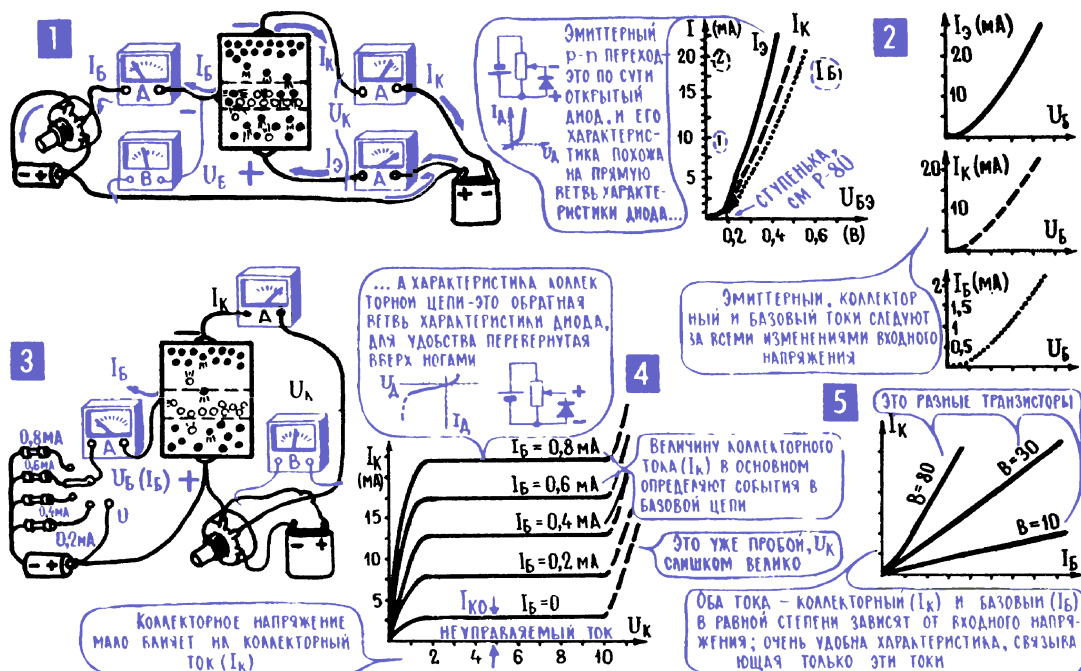
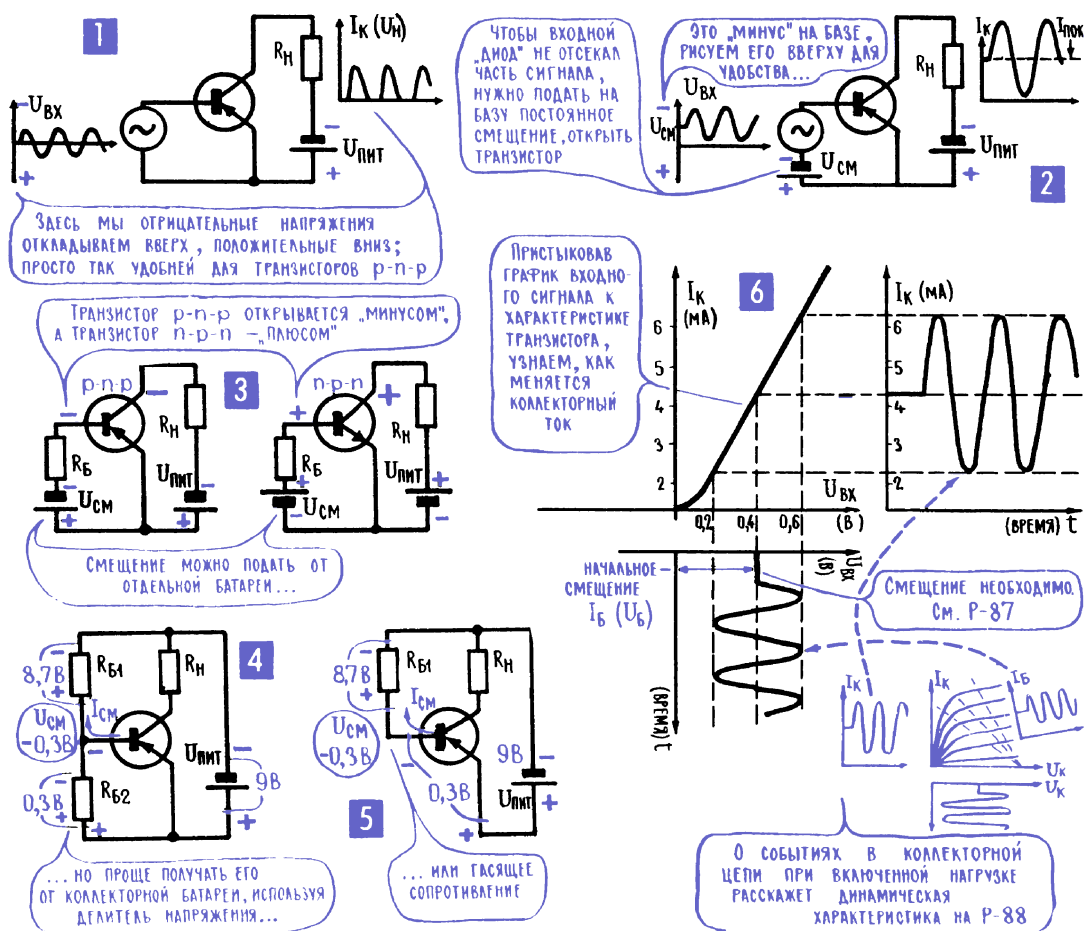
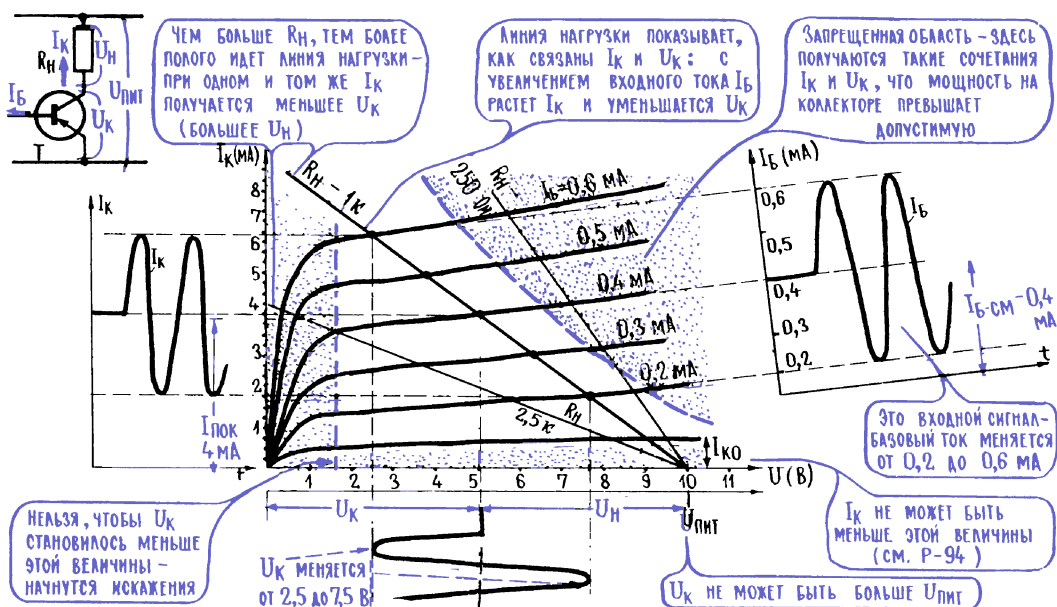
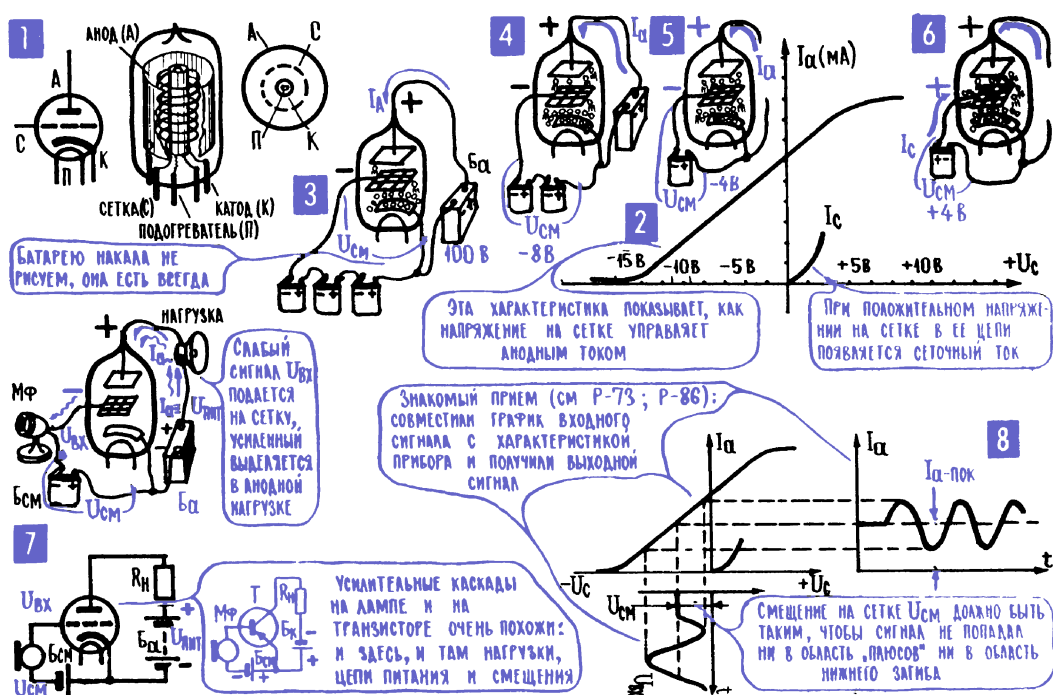

Рис. 10.2. Усилительные функции транзистора
Рис. 10.3. Смещение рабочей точки транзистора
Рис. 10.5. Выходные характеристики транзистора
Рис. 10.7. Электровакуумный триод
Введем несколько обозначений. Все заряды, которые вышли из эмиттера, создают эмиттерный ток I_E (рис. 10.2; 1), те, что попали в коллекторный переход, создают коллекторный ток I_K , а те, что сумела захватить база, воспользовавшись своими законными правами, своим «минусом», замыкают по входной цепи и создают базовый ток I_B .
4. О взаимосвязи токов и напряжений в транзисторном усилителе рассказывают его вольт-амперные характеристики. Зависимость общего тока I_{Σ} в эмиттерном p - n -переходе от приложенного к нему напряжения U_{ϵ} , а вместе с ней зависимость базового тока I_{ϵ} и коллекторного I_k от этого напряжения (рис. 10.2; 2) в точности повторяют уже знакомую нам вольт-амперную характеристику диода (рис. 9.5). Строго говоря, только ток I_{Σ} можно считать истинным током через диод, а токи I_{ϵ} и I_k – это лишь его ответвления, его части. Но части, которые в точности следуют за всеми изменениями целого. Поэтому вольт-амперные характеристики для токов I_{ϵ} и I_k почти в точности повторяют вольт-амперную характеристику для тока I_{Σ} , и если их построить в определенных масштабах (одинаковым
отрезкам на вертикальной оси соответствуют разные значения токов), то все три характеристики будут почти неотличимы (рис. 10.2; 2).
На основе последних двух характеристик можно построить еще одну – она покажет, как зависит коллекторный ток от базового (рис. 10.2; 5), то есть ток I_k , в котором отражен выходной сигнал, от тока I_b , в котором отражен входной сигнал. Эта характеристика пойдет тем круче, чем больше коэффициент усиления по току β – одному и тому же изменению базового (входного) тока при разных β будут соответствовать разные изменения коллекторного (выходного) тока.
Нетрудно построить вольт-амперную характеристику и для коллекторного p - n -перехода. Нужно только помнить, что на коллектор подается «минус» (в p - n -транзисторе), что коллекторный переход работает в режиме диода, включенного в обратном направлении, запертого. Вольт-амперная характеристика коллекторной цепи (рис. 10.2; 4) – это есть обратная ветвь вольт-амперной характеристики диода (рис. 9.5), для удобства лишь перевернутая «вверх ногами». На этой характеристике целое семейство кривых – они относятся к нескольким значениям тока в эмиттерном p - n -переходе.
Примечание редактора. Во избежание недоумений читателя необходимы пояснения по поводу часто и далее упоминаемого автором напряжения база–эмиттер как управляющего током коллектора. В теоретических источниках [1–4] неоднократно подчеркивается, что напряжение эмиттер–база не может выйти за пределы прямого падения напряжения на p - n -переходе (0,6–0,7 В), так как базовый переход представляет собой диод, включенный в прямом направлении. В этом легко убедиться и на практике, просто померив напряжение база–эмиттер на правильно включенном открытом транзисторе (например, по схеме на рис. 10.13; 1 при верхнем положении переключателя К1). Если вы попытаетесь подать на базу в таком включении напряжение, например, 2 В от достаточно мощного источника, то базовый переход просто выгорит; если ток каким-то образом ограничить (например, резистором, как на рис. 10.3; 5 или том же рис. 10.13; 1), то напряжение установится все равно на уровне 0,6–0,7 В. О каком же управлении коллекторным током с помощью напряжения на базе можно говорить?
5. Во избежание искажений нужно создать в базовой цепи некоторый начальный ток – ток смещения. Пристыковав к одной из входных вольт-амперных характеристик транзистора (рис. 10.2; 2) график переменного напряжения, которое нужно усилить, график слабого усиливаемого сигнала, можно получить график его мощной копии, график изменения коллекторного тока. Первая же попытка выполнить такую операцию сталкивает нас с чрезвычайно неприятным явлением, которого, между прочим, следовало ожидать: под действием переменного напряжения во входной цепи транзистора идет не переменный, а пульсирующий ток (рис. 10.3; 1), так же, как шел пульсирующий ток в цепи полупроводникового диода (рис. 9.6). И поэтому в процессе усиления мы до неузнаваемости искажим слабый сигнал, что, мягко говоря, весьма нежелательно. Без подробного анализа обстановки сразу же предложим верный способ борьбы с такими искажениями сигнала: к входной цепи транзистора вместе с усиливаемым сигналом нужно подвести еще некоторое постоянное напряжение, создать некоторый ток смещения. И подобрать этот ток смещения нужно с таким расчетом, чтобы сигнал на входе транзистора, с одной стороны, не переходил опасную границу допустимого прямого тока базы, а с другой – не попадал в область запирающих напряжений, в область «минуса» на базе *n-p-n*-транзистора (рис. 10.3; 2). Устанавливая начальное смещение, очень часто приходится поглядывать и на допустимый коллекторный ток, его тоже нельзя превышать.
6. Смещение на базу легко подать от коллекторной батареи. Существуют разные способы введения в базовую цепь постоянного тока смещения $I_{см}$. Можно для этого использовать отдельную батарею (рис. 10.3; 3), а можно подать на базу необходимое постоянное напряжение от коллекторной батареи. Чтобы открыть эмиттерный переход, на базе относительно эмиттера в $n-p-n$ -транзисторах должен быть «плюс» (чтобы появился постоянный ток $I_{см}$ между базой и эмиттером, должно появиться постоянное напряжение $U_{см}$). Но коллекторная батарея тоже дает «плюс» относительно эмиттера — этот «плюс» как раз и подается на коллектор. Коллекторное напряжение, если можно так сказать, имеет удачную полярность, чтобы по совместительству использовать его для подачи положительного смещения на базу.
Можно попробовать сделать это с помощью делителя (рис. 10.3; 4), который в нужное число раз уменьшает напряжение – на коллектор подается несколько вольт, а смещение на базе составляет доли вольта. Более простой и надежный способ подачи смещения – «минус» попадает на базу через гасящий резистор R_6 (рис. 10.3; 5). Ток базы, проходя по этому резистору, создает на нем значительное падение напряжения, и на базе остается малая часть коллекторного напряжения. Чем меньше сопротивление гасящего резистора R_6 , тем меньшая часть коллекторного напряжения теряется на нем, тем больше отпирающий «плюс» на базе. Об этом можно сказать и иначе: входное сопротивление эмиттерного перехода мало (транзистор открыт), а последовательно с ним включено R_6 со сравнительно большим сопротивлением. И поэтому именно R_6 определяет ток в цепи (рис. 4.5): чем меньше R_6 , тем больше этот ток, который для транзистора служит начальным током смещения.
² А именно – до нарушения условия нахождения постоянного напряжения коллектора (рабочей точки, напряжения смещения) в пределах линейного участка характеристик (см. рис. 10.3; 6 и рис. 10.5 далее). Более подробные пояснения см. в разделе 22 этой главы.
На вольт-амперной характеристике коллекторной цепи (рис. 10.5) есть дугообразная линия, граница допустимой мощности. Эта линия появилась как результат простых арифметических операций: определялись такие пары тока I_k и напряжения U_k , при которых $P_k = I_k \cdot U_k$ не превышает допустимую мощность $P_{к, доп}$. Точно такая же граница допустимых токов и напряжений может быть построена для любого реального транзистора.
Особенно неприятен обратный ток коллекторного p - n -перехода $I_{кбо}$. На рис. 10.5 отмечен некий ток $I_{ко}$, который течет через транзистор даже тогда, когда он полностью закрыт (база соединена с эмиттером, ток базы равен нулю). Это следствие как раз наличия обратного тока коллектора, и самое неприятное не то, что он есть, а то, что он сильно зависит от температуры (см. табл. 10.1). Появление собственных носителей, собственных свободных зарядов, связано только с тепловыми движениями атомов в кристаллической решетке полупроводника (гл. 9; 5). И чем выше температура, тем энергичнее эти движения, тем больше становится собственных носителей. Изменяясь с температурой, обратный ток коллектора может влиять на работу всего усилителя, и поэтому стараются, чтобы ток $I_{кбо}$ был как можно меньше.
У маломощных кремниевых транзисторов температурная зависимость тока $I_{кбо}$ даже немного выше, чем у германиевых (увеличение примерно в 10 раз на каждые 30°), но сама абсолютная величина тока ничтожна – при комнатной температуре составляет доли микроампера и даже при повышенной не превышает единиц микроампер (см. табл. 10.1) (почему так, легко понять, если сравнить собственные проводимости германия и кремния, см. гл. 9; 5). Поэтому в схемах с кремниевыми транзисторами наличие обратного тока коллектора можно спокойно игнорировать: величина $I_{ко}$, показанная на рис. 10.5, для них настолько мала, что ее невозможно изобразить в нормальном масштабе. Единственное, что осталось в практике с тех времен: рекомендация «на всякий случай» не включать питание транзисторов с нигде не подключенной («оборванной») базой. Действительно, для мощных транзисторов величина $I_{кбо}$ может быть достаточно велика для того, чтобы основательно «саморазогреть» транзистор (см. данные КТ818Б/КТ819Б в табл. 10.1: 10 мА ($I_{кбо}$ при 100°) · 100 В ($U_{кз,доп}$) = 1 Вт!).
Следующий шаг – введем в лампу еще один, третий электрод, так называемую управляющую сетку, и поставим ее на пути анодного тока. Название «сетка» идет с далеких времен, когда сетка действительно была сеткой; в обычных лампах это спираль, окружающая катод на небольшом расстоянии от него (рис. 10.7; 1). Управляющая сетка превращает диод в трехэлектродную усилительную лампу – триод. Кстати, транзистор первоначально называли полупроводниковым триодом, у него тоже три электрода, три рабочие зоны – эмиттер, база, коллектор.
Сетка расположена близко к катоду, и напряжение на ней очень сильно влияет на анодный ток – «плюс» на сетке подтягивает электроны, увеличивает число свободных электронов, вырвавшихся из облачка вблизи катода и отправившихся в далекое путешествие к аноду (рис. 10.7; 6). «Минус» на сетке, наоборот, отталкивает электроны к катоду, уменьшает анодный ток (рис. 10.7; 3, 4, 5). Одним словом, усиливаемый сигнал $U_{вх}$, действуя с командного пункта трехэлектродной лампы, с сетки, управляет анодным током I_a , а тот, проходя по нагрузке R_n , выделяет в ней мощную копию усиленного сигнала (рис. 10.7; 7). Можно рассказать об этом и другими словами: усиливаемый сигнал меняет число зарядов, которые реально могут двигаться к аноду, а значит, меняет внутреннее сопротивление лампы R_a (рис. 10.7; 8). Однако с какой стороны ни посмотришь на события в усилительной лампе, одно остается бесспорным – энергию на создание «мощной копии» дает анодная батарея.
12. На управляющую сетку обычно подается отрицательное смещение. О событиях в лампе лучше всего могут рассказать ее характеристики, в частности анодно-сеточная, она показывает, как анодный ток зависит от напряжения на сетке (рис. 10.7; 2). Обратите внимание: при положительных напряжениях на сетке, кроме анодного, появляется еще и сеточный ток I_c . Появляется он потому, что, несмотря на «прозрачность» сетки,
Имея опыт с выбором рабочей точки транзистора (рис. 10.3), мы легко найдем, как избавить лампу от сеточных токов: для этого достаточно вместе с сигналом подать на сетку (относительно катода) некоторое отрицательное постоянное смещение, некоторый «минус» (рис. 10.7; 8).
Напряжение U_{cm} – не что иное, как вспомогательное отрицательное смещение на сетку: «минус» этого напряжения (относительно катода) через R_c подается на сетку и смещает влево рабочую точку на характеристике лампы, избавляет каскад от сеточных токов (рис. 10.7). Удачная полярность напряжения U_{cm} получается потому, что анодный ток I_a течет от «плюса» к «минусу», от анода к катоду.
несколько десятков или сотен раз (зависит от транзистора). Пример такого расчета: $R_{61} = 110 \text{ кОм}$; $R_{62} = 10 \text{ кОм}$; $R_3 = 1,0 \text{ кОм}$; $R_4 = 10 \text{ кОм}$; $C_3 = 10 \text{ мкФ}$. Легко проверить, что при таких параметрах рабочая точка транзистора (напряжение на коллекторе в состоянии покоя) не зависит от напряжения питания, если оно выше примерно 6–7 В, и всегда будет лежать примерно на половине напряжения питания (как на рис. 10.5).